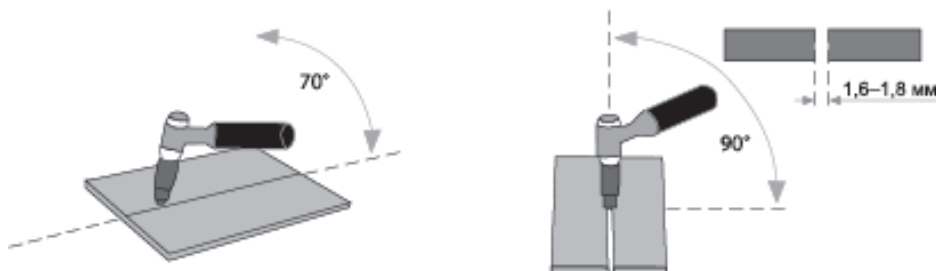

Рисунок 6. Початок плазмового різання та кути утримування «CUT»-пальника
1. Рекомендується починати різання від краю деталі або отвору під кутом, як вказано на рис. 6.